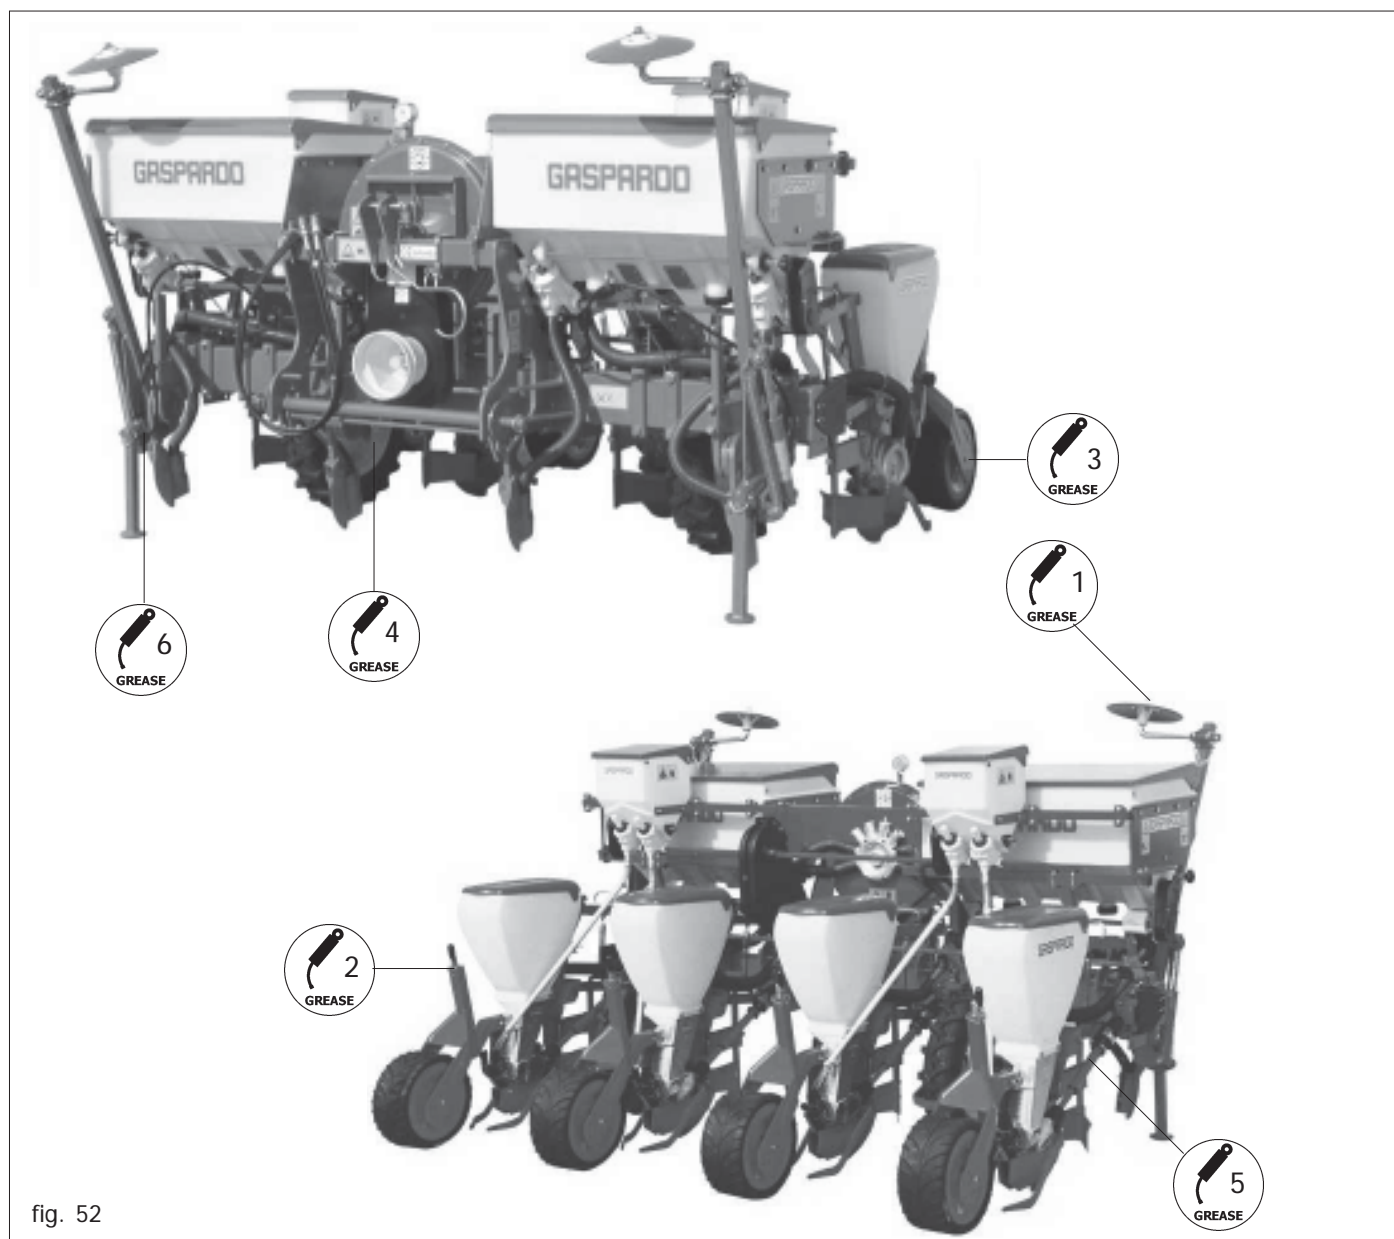

fig. 52
- Graisser le pivot des disques à tracer (1 Fig. 52).
- Si les roues en "V" en fer sont installées, graisser leurs moyeux (3 Fig. 52).
- Graisser le pivot du bras à tracer (6 Fig. 52).
- Huiler la vis des régulateurs de hauteur (2 Fig. 52).
- Graisser les roulements oscillants des roues motrices (4 Fig. 52).
- Graisser le couple conique des arbres à cardans (5 Fig. 52).